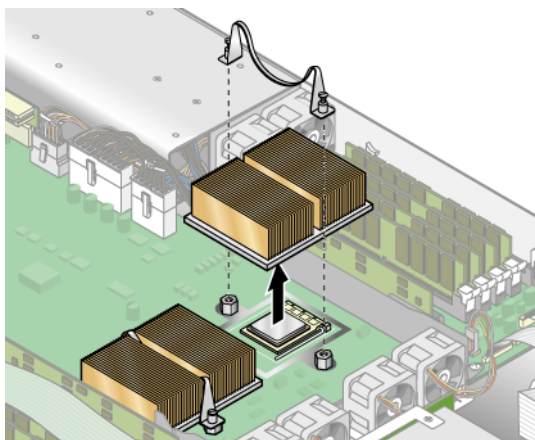

图 3-30 拆除进阶版本为 "C0" 和 "CG" 的 CPU 的固定夹和散热器
- a. 对于安装在 Sun Fire V20z 服务器（CPU 进阶版本为 "C0" 和 "CG"）最初的发行版（底盘 PN 为 380-0979）和首次更新的发行版（底盘 PN 为 380-1168）中的散热器：拧下两颗固定螺钉，然后拆除散热器的固定夹。请参见图 3-30。